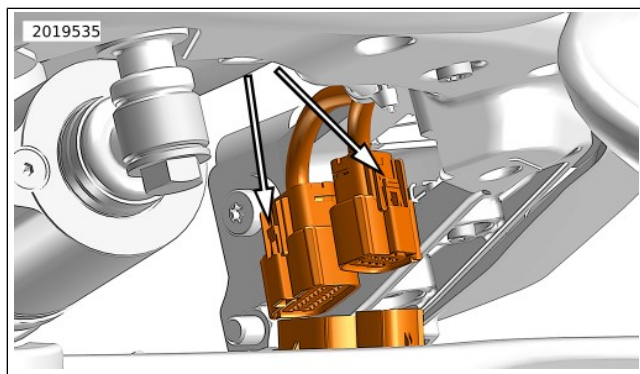

Abbildung 81. Steckverbinder-Verriegelungszunge (linke Seite abgebildet)
- a. Siehe Abbildung 81. Auf den Freigabeknopf drücken. Steckverbinder-Hälften trennen.
- a. Siehe Abbildung 81. Die Steckverbinderhälften zusammendrücken, bis die Verriegelungszunge einrastet.